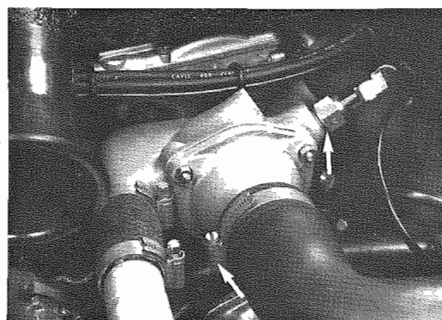

Fig. 2 - Manicotti di raccordo acqua
- Smontare il manicotto ed il raccordo acqua sul collettore (**Fig. 2**).
- Remove manifold and water hose collector (**Fig. 2**).
- 2) Smontare bulbo temperatura acqua (Fig. 2) e togliere il tappo sul serbatoio di compensazione.
- 2) Remove the water temperature bulb (Fig. 2) and remove overflow tank plug.